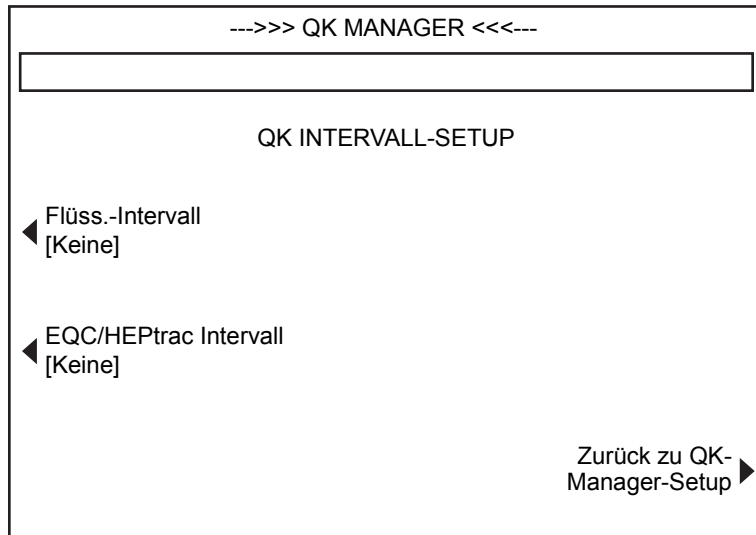

Abbildung 3-21. Bildschirm QK INTERVALL-SETUP
10. **QK Intervall-Setup** – Wenn Sie im Bildschirm QK MANAGER SETUP die Funktionstaste **QK Intervall-Setup** drücken, erscheint der in Abbildung 3-21 dargestellte Bildschirm QK INTERVALL-SETUP. In diesem Bildschirm können Flüssigkeits- und elektronische QK-Intervalle eingestellt werden.